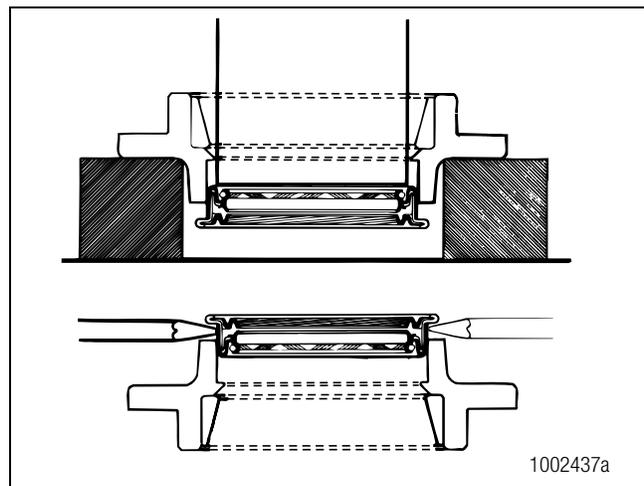

Figure 3.27
- Si une presse n'est pas disponible : loger un outil à lame plate sous le flasque pour séparer la bague d'étanchéité du logement de roulements. Figure 3.27.